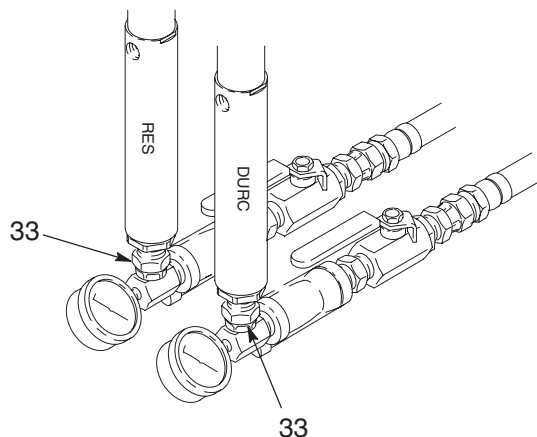

Fig. 20
Dévisser les raccords tournants (33) en bas des bas de pompe. Voir Fig. 20.